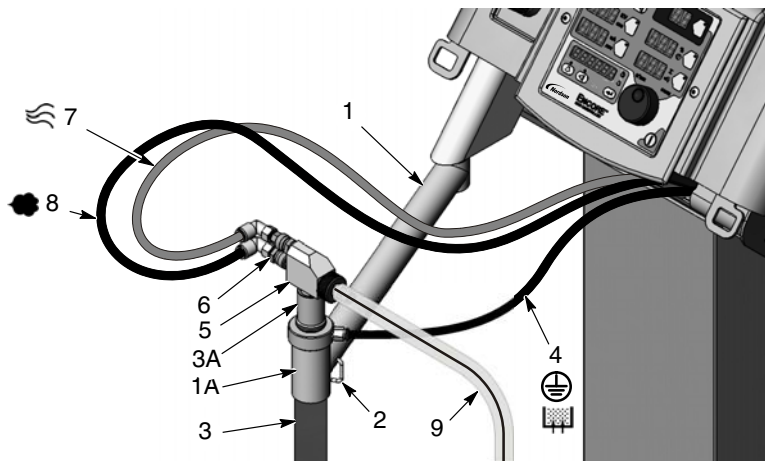

Figura 3-6 Sistema do ACV - Montagem do tubo captador e da bomba
1. Consulte a figura 3-6. Desempacote o tubo captador (3).
2. Desloque o braço do tubo captador (1) para fora, por cima da mesa vibratória, afaste o fecho do tubo captador (2) e, depois, enfie o tubo captador no suporte do tubo (1A).
3. Monte a bomba (5) no adaptador da bomba (3A) com um ligeiro movimento de rotação.
- tubo azul de ar de atomização (7) de 8 mm à união de tubos superior da bomba.
- tubo preto de ar de transporte (8) de 8 mm à união de tubos inferior da bomba
- tubo preto de ar de fluidificação (4) de 6 mm à união de tubos do tubo captador.